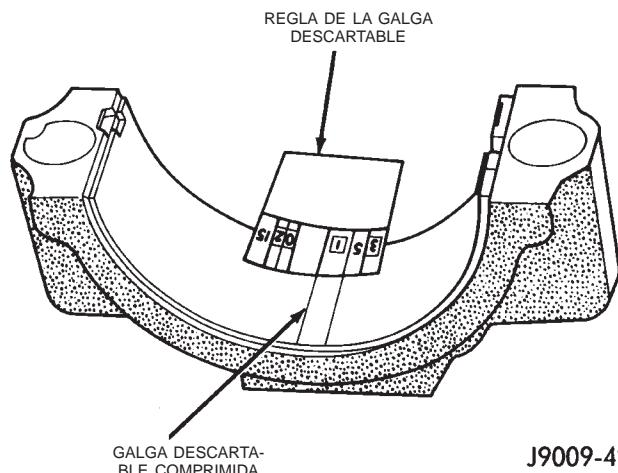

**Fig. 16 Instalación del conjunto de biela y pistón**
- (1) Limpie el aceite del gorro de la biela.
- (2) Utilice secciones cortas de manguera de goma sobre los pernos de biela durante la instalación.
- (3) Lubrique el encastre del cojinete superior e instálelo en la biela.
- (4) Utilice el compresor de aro del pistón para instalar los conjuntos de biela y pistón. Los orificios de presión de aceite de la bielas deben orientarse hacia el árbol de levas. La flecha de la corona del pistón debe apuntar a la parte delantera del motor (Fig. 16). Verifique que los orificios de lubricación de aceite de la biela estén orientados hacia el árbol de levas y que las flechas de los pistones estén orientadas hacia la parte delantera del motor.
(5) Instale el encastre del cojinete inferior en la tapa del cojinete. El encastre inferior debe estar seco. Coloque una tira de galga descartable a lo ancho del encastre inferior, en el centro de la tapa del cojinete. La galga descartable no debe desintegrarse con el uso. Si el material es frágil, utilice una partida más reciente.
(6) Instale la tapa del cojinete y la biela en el gorro y ajuste las tuercas con una torsión de 45 N·m (33 lbs. pie). NO gire el cigüeñal ya que la galga descartable se moverá y la indicación resultará inexacta.